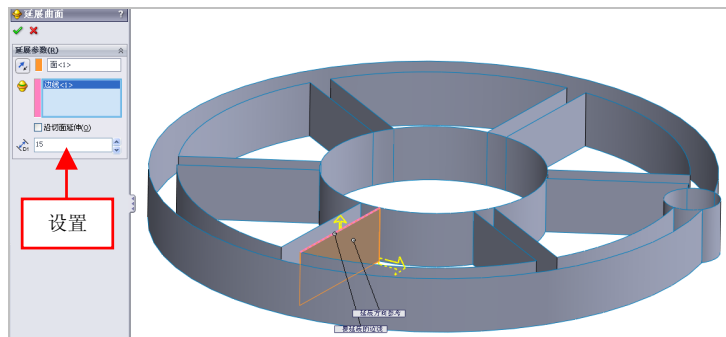

图 7-47 设置参数值
(4) 选择延展方向曲面的上边线对象，设置【延展距离】为 15，如图 7-47 所示。